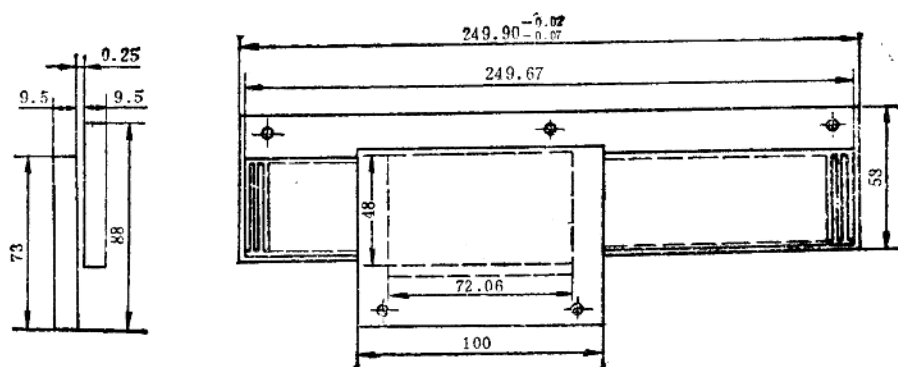

图22-2-1 标准式直线感应同步器的外形尺寸
1) 标准式 直线感应同步器中精度最高的一种(见图22-2-1),用得也最广泛。定尺连续绕组